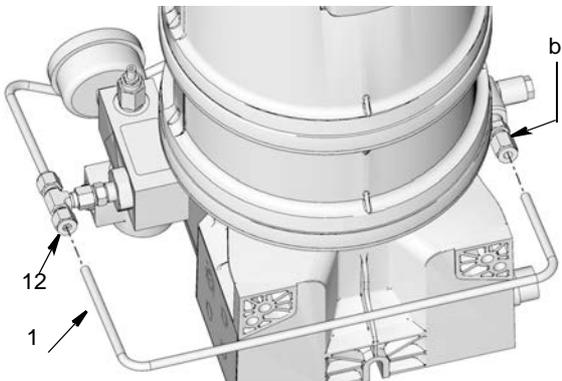

FIG. 17
- Appliquer du produit d'étanchéité pour filetage sur les filetages de l'adaptateur d'extrémité de tuyau puis placer l'adaptateur (11) dans la sortie de la vanne (FIG. 17).